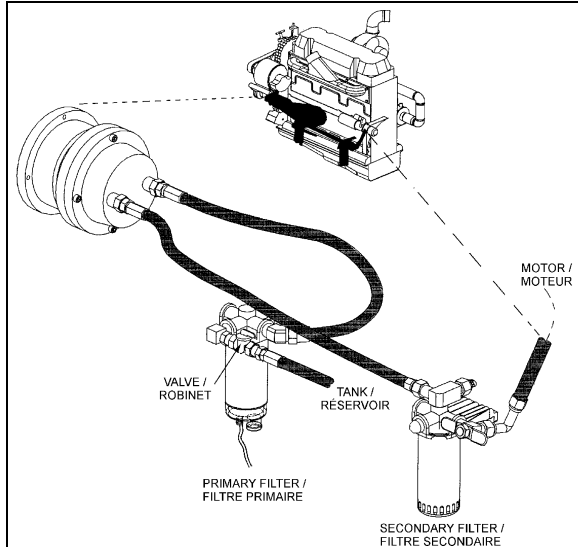

FIGURE 1 : ROBINET DU FILTRE PRIMAIRE
1. Fermer le robinet d'isolement situé à l'entrée du filtre de carburant primaire (ou filtre/séparateur d'eau si installé) sous le compresseur d'air (figure 1) ou fermer le robinet d'isolement du filtre à diesel Fuel Pro 382 (en option) situé dans le compartiment moteur au côté droit.